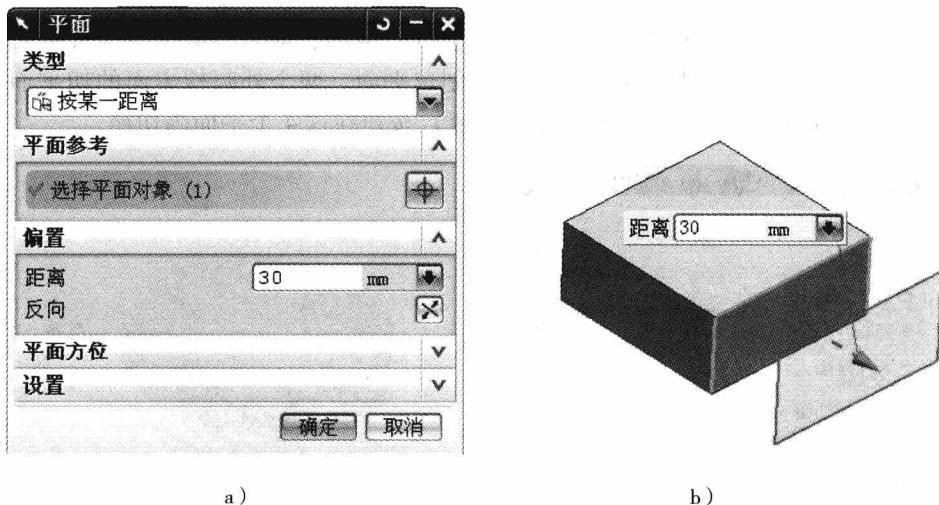

图 1-12 通过“某一距离”方式创建平面
(3) 按某一距离 通过将参考平面偏置某一定距离的方法构造一个平面。偏置距离值可以在【距离】文本框设置，如图 1-12 所示，也可以在绘图区内选定特征点以确定平面位置，其中图 1-12b 为创建一个与长方体的侧面距离为 30mm 的平面。